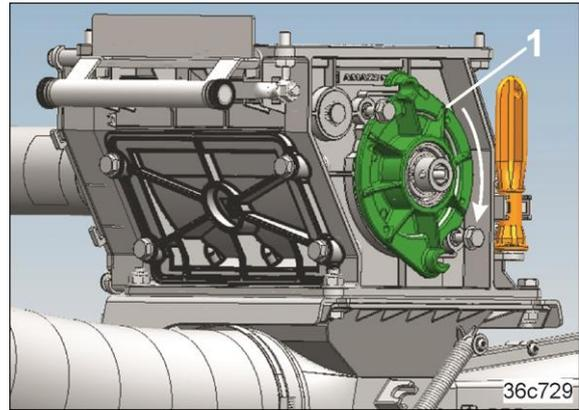

Fig. 231
- Den Lagerdeckel (Fig. 231/1) verdrehen und abziehen.